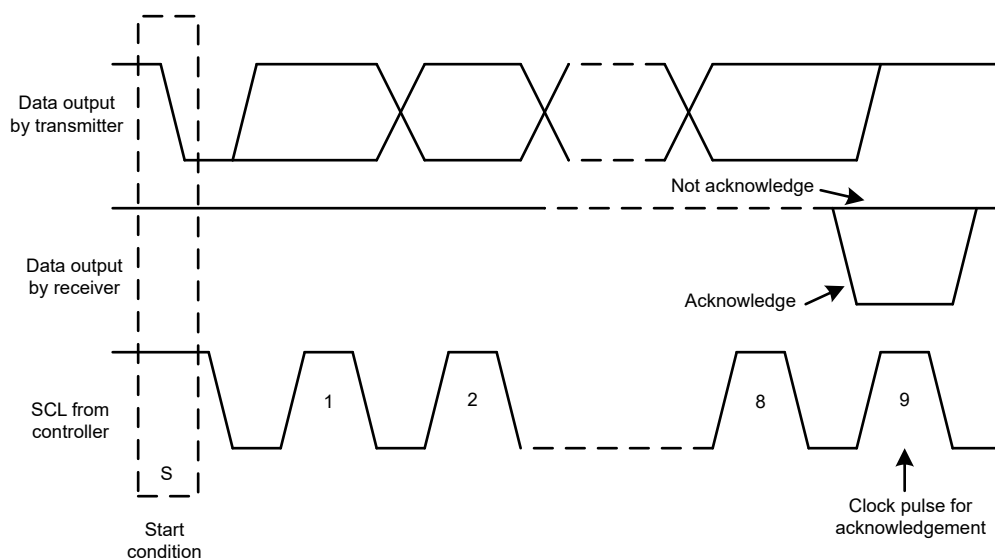
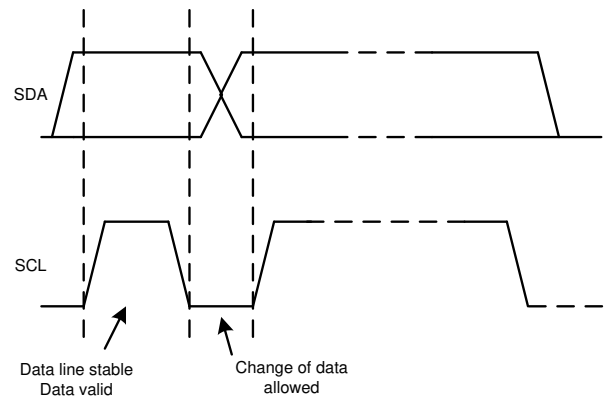

图 7-10. I2C 总线上的确认和非确认
图 7-12. 在 I2C 总线上的位传输
除了特定的时序信号外，I2C 接口还使用串行字节。在每个字节结束时，第九个时钟周期产生并检测确认信号。确认是指 SDA 线在第九个时钟周期的高电平期间被拉低。图 7-10 所示为非确认，是指 SDA 线在第九个时钟周期的高电平期间保持高电平。
2. 控制器随后产生 SCL 脉冲，并在 SDA 线上发送 7 位地址和读取/写入方向位 ( $\overline{R/\overline{W}}$ )。在所有传输期间，控制器确保数据有效。图 7-12 显示，有效数据条件要求 SDA 线在时钟脉冲的整个高电平期间保持稳定。所有器件都识别控制器发送的地址，并将其与相应内部固定地址进行比较。只有具有匹配地址的目标器件才会通过在第 9 个 SCL 周期的整个高电平期间拉低 SDA 线来生成确认（另请参阅图 7-10）。当控制器检测到此确认时，则表示与目标的通信链路已建立。